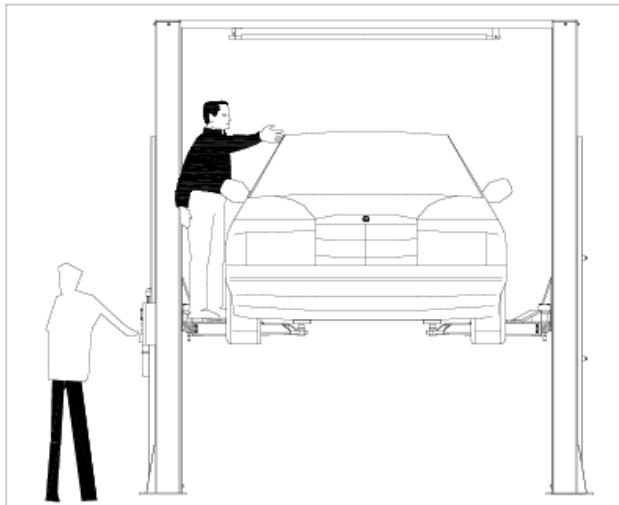

Рис. 22
**НИКОГДА НЕ САДИТЕСЬ В АВТОМОБИЛЬ ИЛИ НЕ ВКЛЮЧАЙТЕ ДВИГАТЕЛЬ ВО ВРЕМЯ ДВИЖЕНИЯ ПОДЪЕМНИКА (РИС.22).**